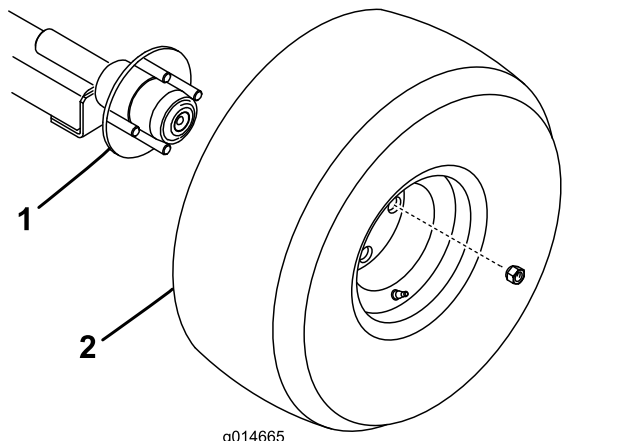

图 5
1. 使用 4 个车轮螺母将车轮总成安装至各个轮毂 图 5。上紧螺母扭矩至 108N·m。